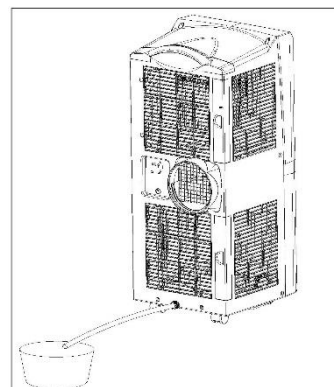

Fig. 5
- Drenagem contínua (somente no modo de desumidificação): Remova a tampa de borracha na parte inferior da unidade e conecte uma mangueira de drenagem à abertura. Deixe a água vazar em um recipiente (fig.5).